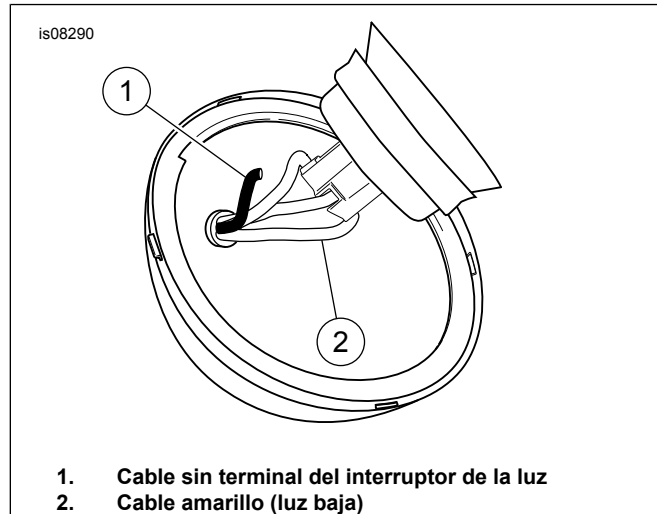

Figura 8. Empalme del cable sin terminar del interruptor con el cable amarillo (luz baja) del faro delantero
18. Vea Figura 8. Pase el cable sin terminar del interruptor (1) a través de la arandela aislante dentro de la caja del faro delantero. Empálmelo en el cable amarillo (luz baja) (2) usando el conector eléctrico Scotchlok® (artículo 14) del kit.